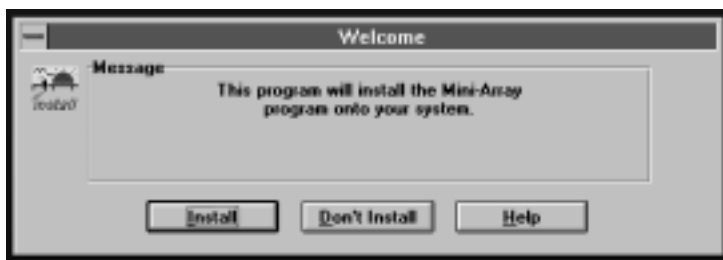

图13. MINI-ARRAY 软件安装：Welcome Screen
2. Welcome对话框显示（如图13），选择Install